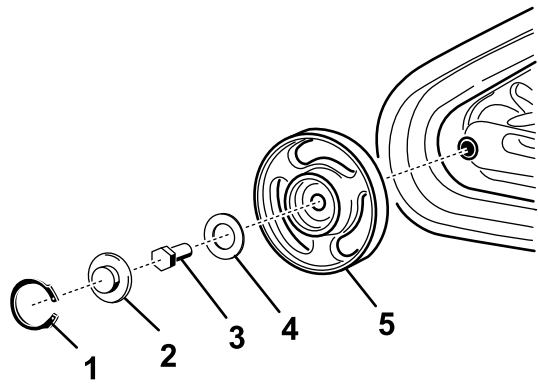

Figura 45
**Nota:** Potreste dover rimuovere la ruota non motrice anteriore esterna. Per rimuoverla, rimuovete l'anello elastico ed il tappo dal centro della ruota non motrice (Figura 45). Rimuovete quindi il bullone e la guarnizione dal centro della ruota e staccate la ruota dalla macchina.